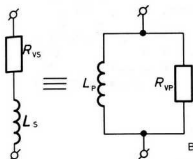

Bild 241
- Spulenverluste sind ihrem Wesen nach *Serieverluste*, diese erscheinen als Seriewiderstand zu einer Induktivität nach Bild 241 linke Hälfte.
- Es geht nun darum, eine Induktivität mit Serieverlusten in eine Induktivität mit Parallelverlusten umzuwandeln. Die beiden Schaltungen in Bild 241 müssen gleichwertig sein.